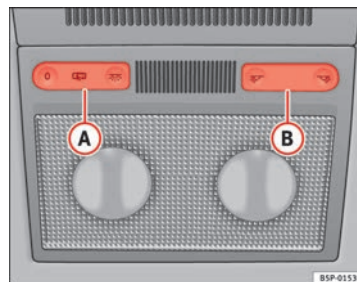

Fig. 78 Revestimiento interior del techo: iluminación delantera del habitáculo
Con el mando ⇒ fig. 78 (A) puede seleccionar las siguientes posiciones:
Pulsar el conmutador a la posición O ⇒ fig. 78.